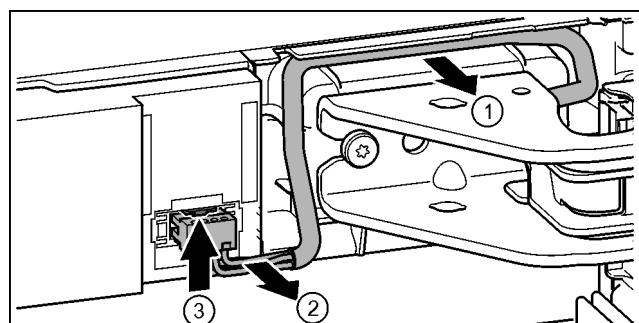

Fig. 18
- Kabel über Lagerbock vorsichtig aus der Führung lösen. Fig. 18 (1)
- Kabellitzen vorsichtig aus Kanal ziehen. Fig. 18 (2)
- Lasche nach oben drücken und Stecker vorsichtig herausziehen. Fig. 18 (3)